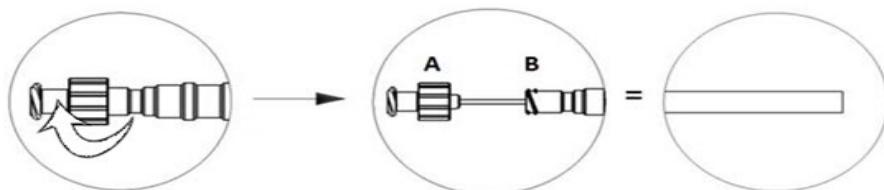
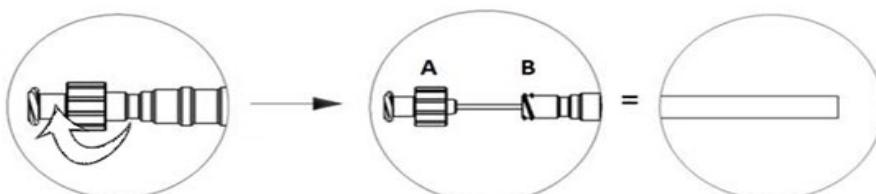

Figura 1
Figura 2
- Per bloccare l'ago nella posizione esterna, premere delicatamente il luer prossimale (A) fino a porlo in contatto con il luer dell'impugnatura (B), quindi farlo ruotare lentamente fino a innestare completamente i due raccordi (Figura 1).
- Collegare la siringa contenente il liquido dell'iniezione desiderato al raccordo luer prossimale (A) (siringa non in dotazione).
- Per sbloccare l'ago dalla posizione retratta, far ruotare lentamente in senso antiorario il luer prossimale fino a disinnestare completamente i due luer (Figura 2).
4. Una volta che il dispositivo si trova sul sito di iniezione, premere delicatamente il luer prossimale (A) fino a porlo in contatto con il luer dell'impugnatura (B). Per bloccare l'ago nella posizione, fare ruotare lentamente il luer prossimale fino a innestare completamente i due raccordi (Figura 1).
7. Una volta completata l'iniezione e prima dell'utilizzo dell'ansa, ritrarre completamente l'ago nella guaina ruotando il luer prossimale in senso antiorario fino a separare i due luer (Figura 2). Essendo caricato a molla, l'ago rientra di scatto nell'introduttore non appena i due luer vengono separati.